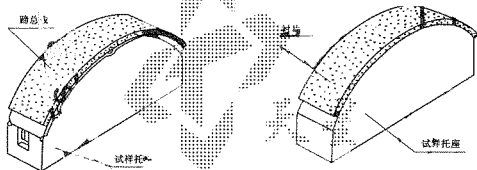

图 1 试样托座
7.1.3 试样托座安装在试台上,试样托座表面与试台应洁净(试样托座见图 1)。